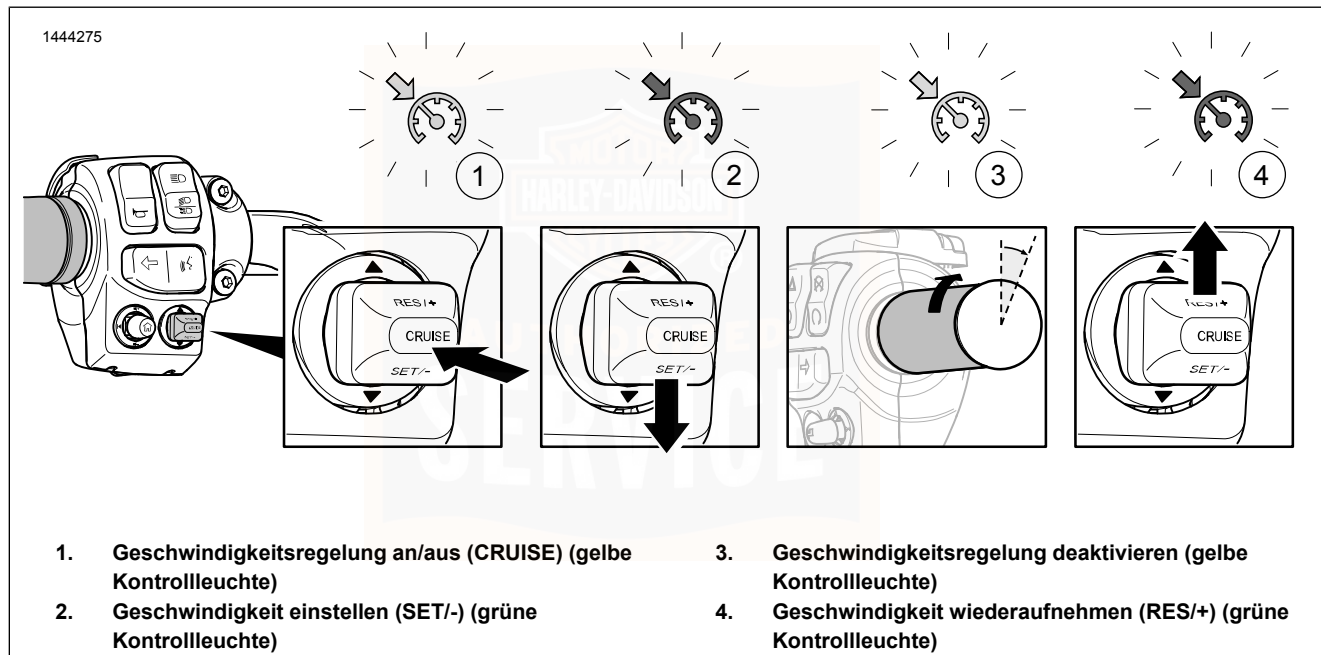

Abbildung 29. Geschwindigkeitsregelung (typisch)
Siehe Abbildung 29. Den Geschwindigkeitsregelungsschalter drücken, um die Geschwindigkeitsregelung (1) einzuschalten. Im eingeschalteten Zustand leuchtet das Symbol für die Geschwindigkeitsregelung in der Tachometer-Oberfläche gelb.
Siehe Abbildung 29. Wenn das Motorrad die gewünschte Geschwindigkeit erreicht hat, den Schalter SET/herunterdrücken, um die Reisegeschwindigkeit einzustellen (2). Die Farbe des Geschwindigkeitsregelungssymbols wechselt von Gelb auf Grün.
Siehe Abbildung 29. Um die Reisegeschwindigkeit zu verlassen, den Gasgriff über den Abrollschalter (3) in die geschlossene Stellung drehen.
Siehe Abbildung 29. Wenn die Geschwindigkeitsregelung deaktiviert wurde, die Geschwindigkeitsregelungs-Kontrollleuchte aber trotzdem gelb leuchtet, wird durch Drücken des Schalters RES/+ die Geschwindigkeitsregelung wiederaufgenommen (4). Das